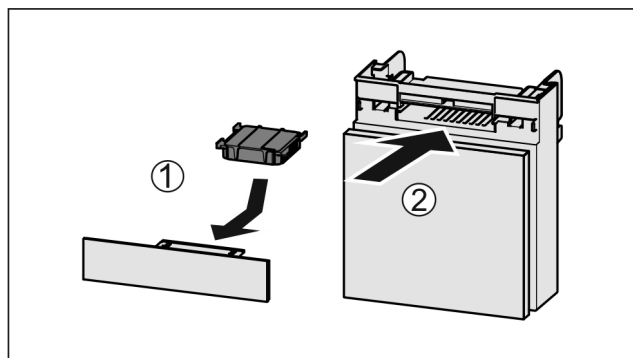

Fig. 133
- ▶ Wkładać Fig. 133 (1) filtr z węglem aktywowanym zgodnie z ilustracją.
- ▶ Wsunąć komorę Fig. 133 (2).